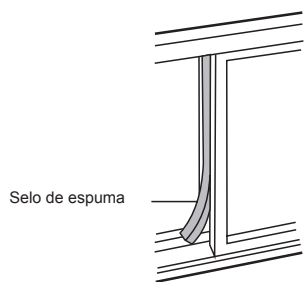

Fig. 15
5. Corte o selo de espuma num comprimento apropriado e sele a abertura entre o caixilho superior da janela e caixilho exterior da janela. Apresentado na Fig. 15